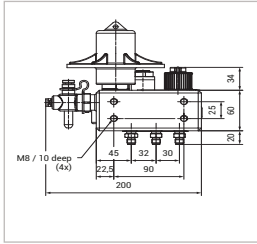

Figure 1
- ▶ Fixez l'unité de ravitaillement TMF20 CNG aux alésages de fixation prévus à cet effet (*Figure 1*).